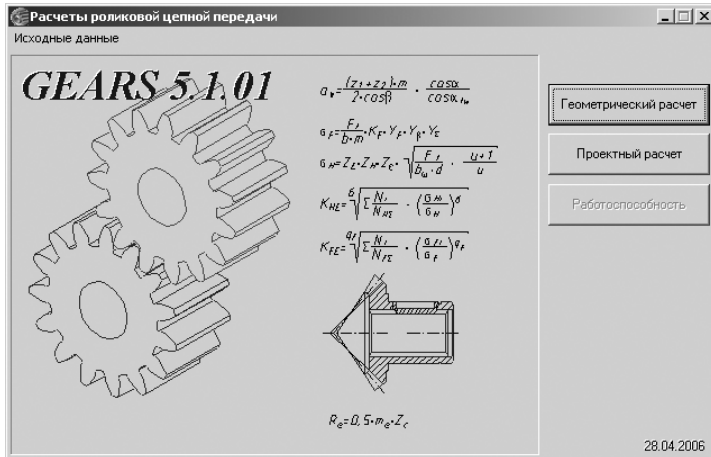

Рис. 5.59. Начальное окно системы **Расчеты роликовой цепной передачи**
- щелкните по кнопке **Выполнить**. Появится начальное окно системы **Расчеты роликовой цепной передачи**, см. рис. 5.59.